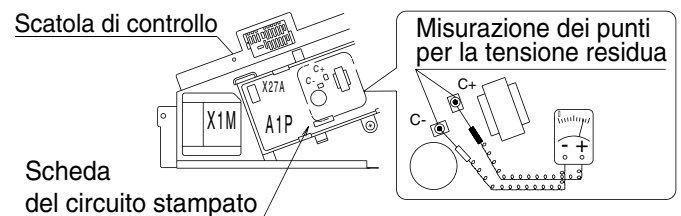

Fig. 3
- Dopo aver aperto il coperchio della scatola di controllo, misurare la tensione residua tra i punti illustrati in **Fig. 3** sulla scheda del circuito stampato mediante il tester senza toccare la parte in tensione e confermare che la tensione residua corrisponda ad almeno DC50V.